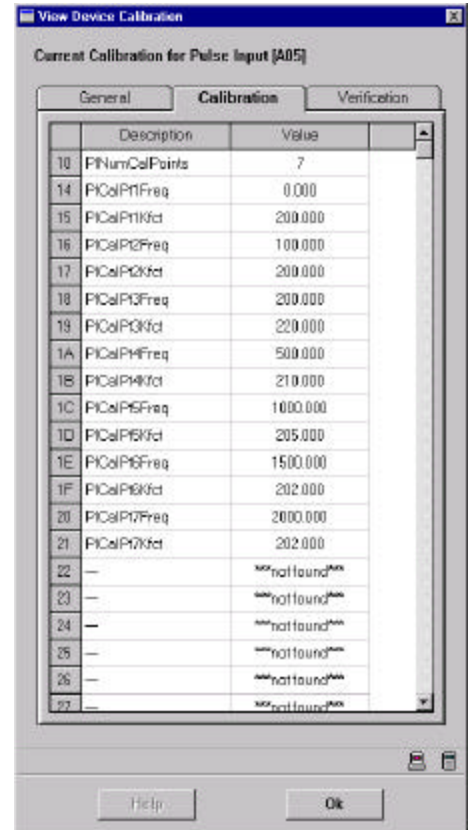

Figure 4 Device calibration window / Fenêtre Device calibration
5. Click the *Calibration* tab. Figure 4 shows an example of the window.
5. Cliquer sur l'onglet *Calibration*. La fenêtre obtenue est illustrée à la figure 4.